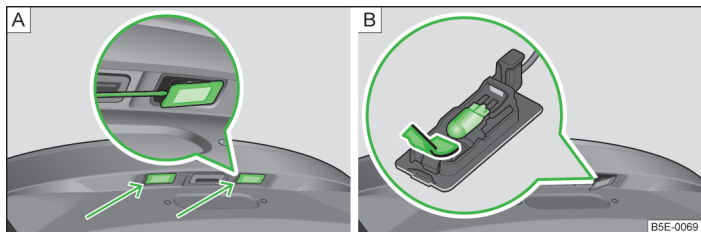

Fig. 218 Démontage de l'éclairage de la plaque d'immatriculation/remplacement de l'ampoule
- Insérez un tournevis plat à l'emplacement désigné par la flèche » fig. 218 - **[A]**, et appuyez légèrement pour déverrouiller le ressort.
- Sortir l'ampoule défectueuse du support dans le sens de la flèche » fig. 218 - **[B]**.